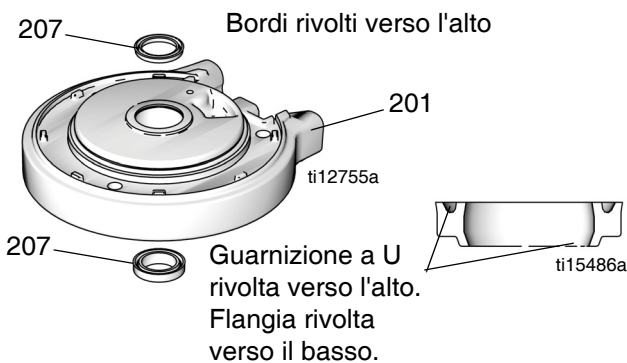

FIG. 8: Installazione della guarnizione a U del motore pneumatico
2. Lubrificare la parte interna del cilindro (205). Abbassare il cilindro portandolo sul coperchio superiore (210).
3. Lubrificare e installare l'o-ring (204) sul pistone (219).
4. Far scorrere il gruppo del pistone (219) nel cilindro (205). Verificare che l'o-ring (202) rimanga in sede.
5. Installare lo schermo (206) intorno al cilindro (205) e nella scanalatura sul coperchio superiore (210).
6. Vedere FIG. 8. Lubrificare e installare una nuova guarnizione a U con flangia (207) nella parte inferiore del cuscinetto sul coperchio inferiore (201). La guarnizione a U deve essere rivolta verso l'alto mentre la flangia deve essere rivolta verso il basso. Lubrificare e installare la nuova guarnizione a U (207) nella parte superiore del cuscinetto. I bordi devono essere rivolti verso l'alto.